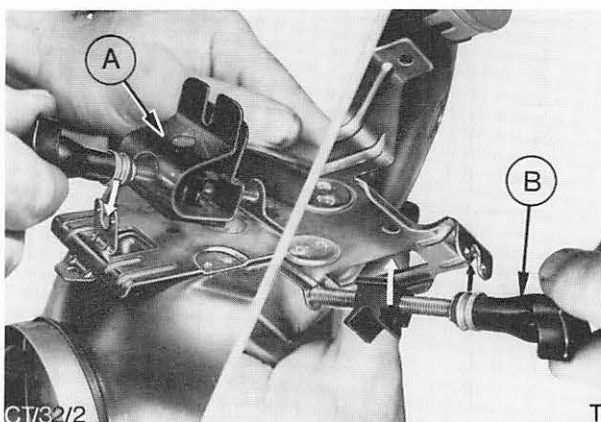

Abb. 4 A = Scheinwerfer-Einstellschraube oben
8. Beide Einstellschrauben wie in Abb. 4 gezeigt, anbringen.